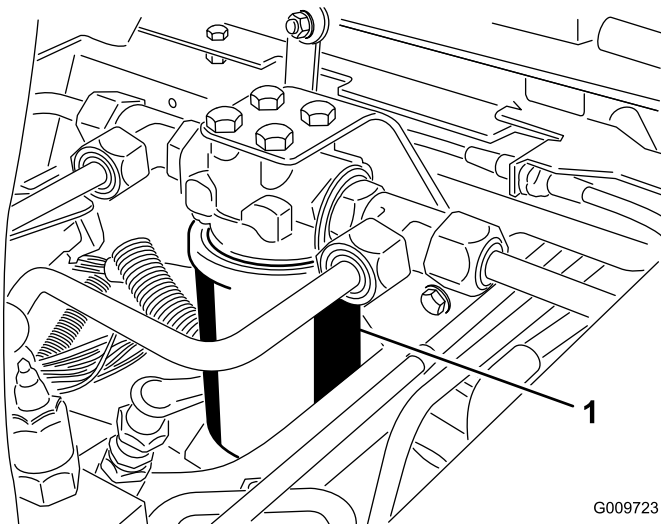
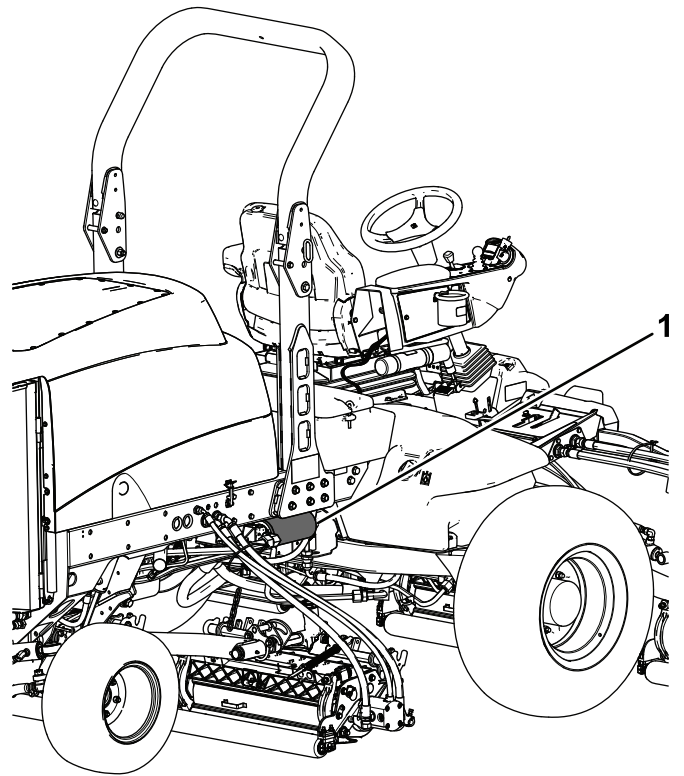

Bild 118
Bild 119
3. Stellen Sie eine Auffangwanne unter den Filter (Bild 118 und Bild 119) und entfernen diesen.